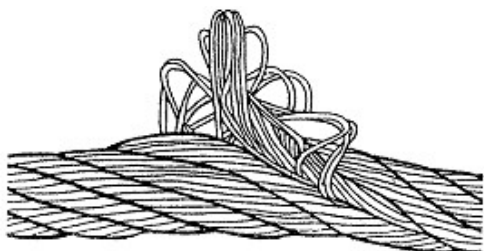

Рисунок 2.9.3
- выдавливания сердечника (рисунок 2.9.3);